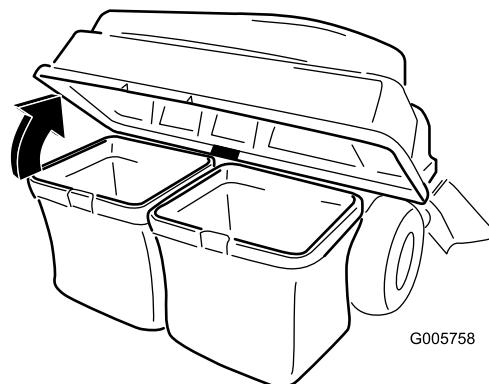

Figura 42
3. Abra (eleve) a parte superior do depósito de relva (Figura 42).